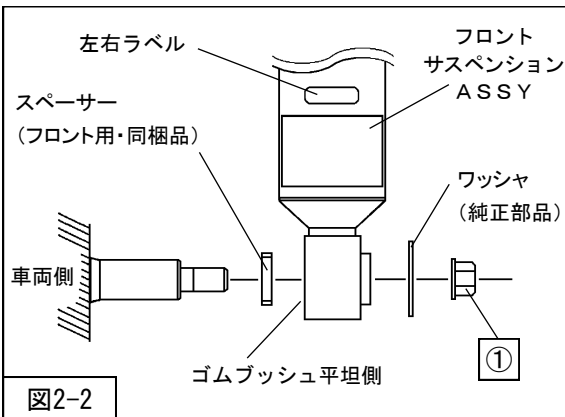
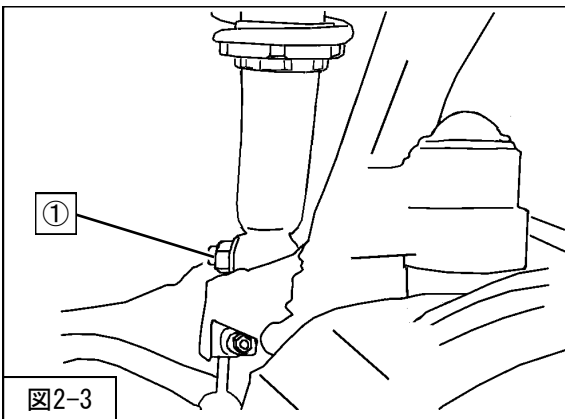

図2-2
図2-3
2. フロントサスペンションASSYロア取付け部の車両側のシャフトにスパース (フロント用・同梱品) を取付けてください。(図2-2)
3. ワッシャ (純正部品) を挟み、①フロントサスペンションASSYロア取付ナット (締付けトルク : 108~127N・m) を取付けてください。(図2-2・図2-3)